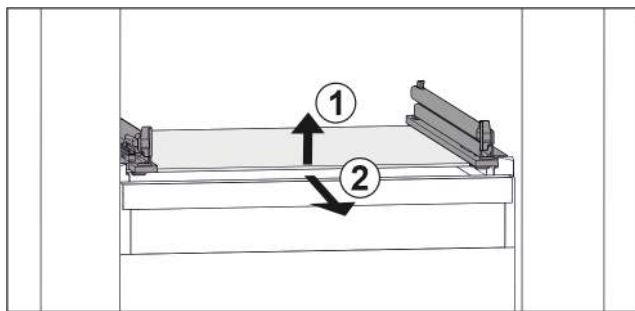

Fig. 45 Примерное отображение стеклянной пластины
- Приподнимите стеклянную пластину спереди. Fig. 45 (1)
- Извлеките стеклянную пластину движением вперед. Fig. 45 (2)